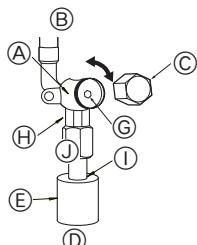

Fig. 4-5
- (1) Gasseite von P100-P140 (Fig. 4-5)
- ① Entfernen Sie die Kappe und drehen Sie die Ventilstange mit einem 5-mm-Schakschlüssel bis zum Anschlag gegen den Uhrzeigersinn. Hören Sie auf zu drehen, wenn der Anschlag erreicht ist.